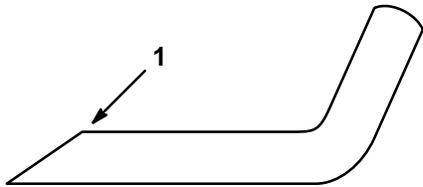

Figure 24
6. **AIGUISAGE DE LA LAME**—Au moyen d’une lime, affûter la partie supérieure de la lame en conservant l’angle de coupe original (Fig. 24). Si la même quantité de métal est retirée sur chaque tranchant, la lame reste équilibrée.